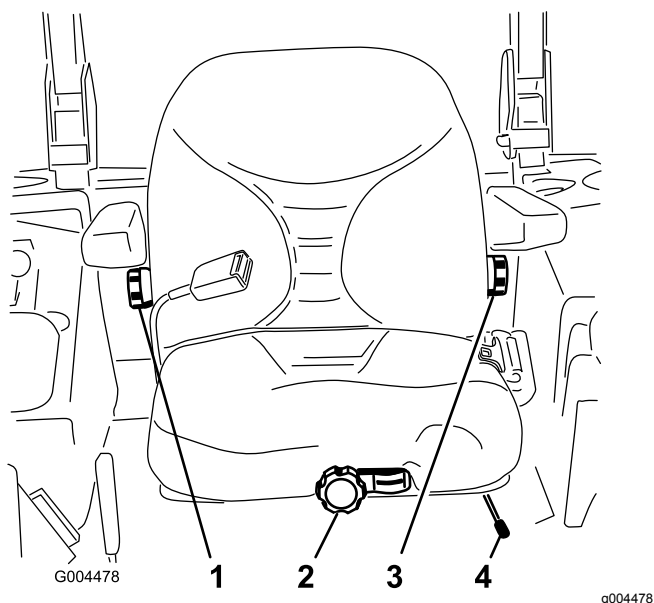

Figure 14
- Poussez le levier de réglage de côté pour débloquer et régler le siège (Figure 14).
Pour ce faire, tournez le bouton situé sous l'accoudoir droit dans un sens ou dans l'autre pour obtenir la position la plus confortable (Figure 14).
Pour ce faire, tournez le bouton situé sous l'accoudoir gauche dans un sens ou dans l'autre pour obtenir la position la plus confortable (Figure 14).